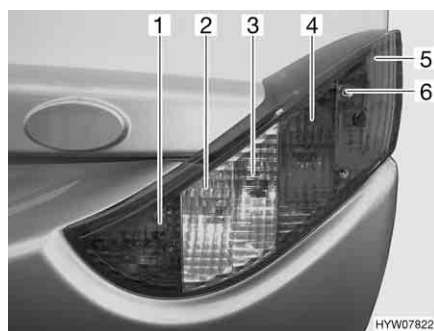

Fig. 112 Luci posteriori (lato anteriore)
- Svitare le tre viti ad esagono cavo (Fig. 112,6).